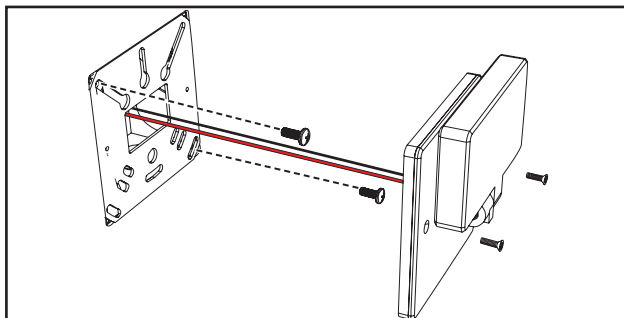

Figura 2.
4. Empuje todos los cables y el controlador hacia adentro de la caja de derivación. Mantenga la tensión de línea y los conectores de salida del controlador por separado. Coloque la placa de montaje por encima de la caja de derivación y asegúrela con los dos tornillos. (Figura 2.)